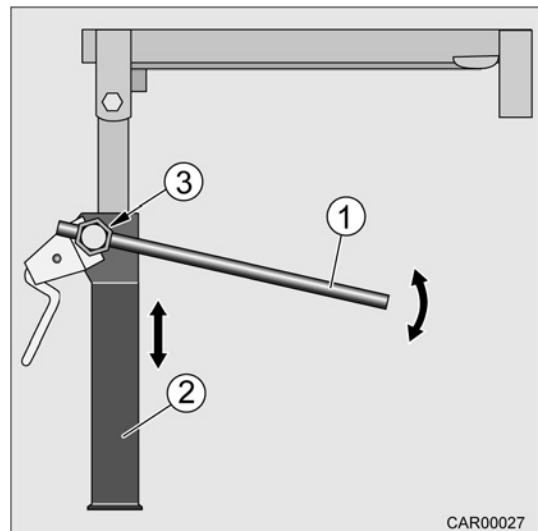

Fig. 58 Béquille arrière à manivelle s-plus
5. Placer la clé à douille (Fig. 58/1) sur l'écrou hexagonal (Fig. 58/3).
6. Déplacer la béquille arrière à manivelle (Fig. 58/2) avec la clé à douille (Fig. 58/1) vers le bas jusqu'à ce qu'elle soit complètement en contact avec le sol.
1. Placer la clé à douille (Fig. 58/1) sur l'écrou hexagonal (Fig. 58/3).
2. Déplacer la béquille arrière à manivelle (Fig. 58/2) avec la clé à douille (Fig. 58/1) vers le haut jusqu'à ce qu'elle ne touche plus le sol.
3. Enlever la clé à douille (Fig. 58/1) de l'écrou hexagonal (Fig. 58/3).